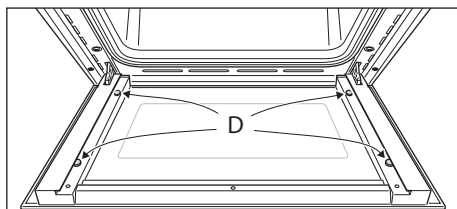

Fig. 5.13a
- Verificare che i 4 distanziatori "D" siano nella loro posizione (fig. 5.13a).